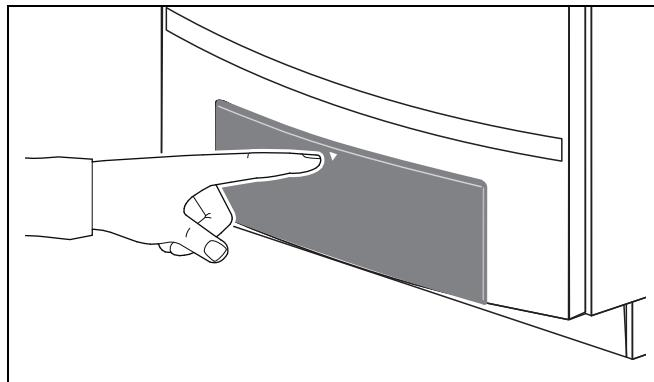

Рис. 93 Закрытие панели управления
- Нажать и закрыть панель управления (рис. 93, стр. 66).
- Нажать и закрыть панель управления (рис. 93).